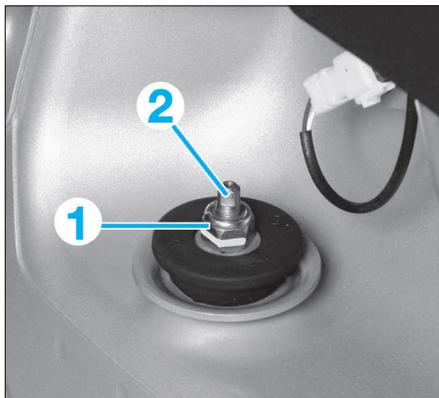

FIG. 19
- desserrer l'écrou (1) de fixation supérieure de l'amortisseur tout en tenant la tige d'amortisseur (2) (Fig.19).